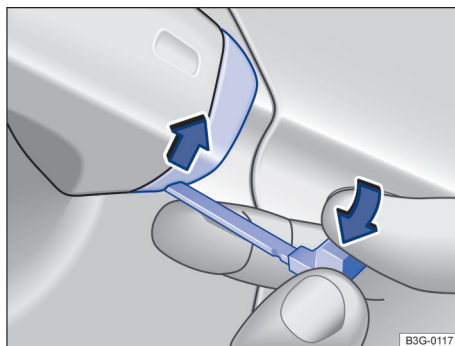

Fig. 74 Maçaneta da porta do condutor: alavancar a capa de cobertura para fora.
- Inserir a chave de emergência na maçaneta da porta do condutor por baixo na abertura da capa de cobertura → Fig. 74 (seta).